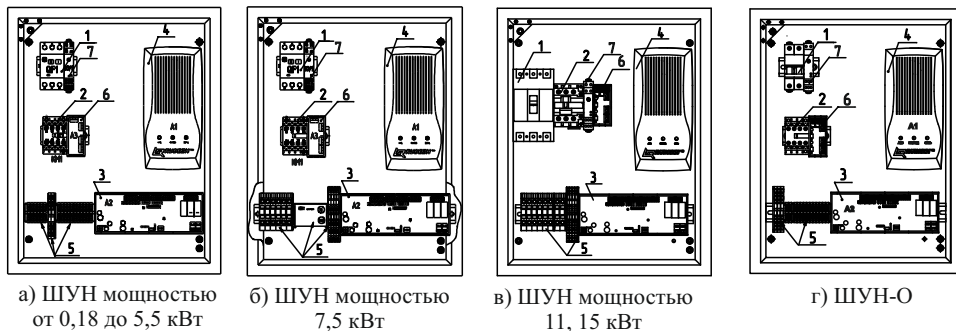

Рисунок 1
4.1 ШУ конструктивно выполнен в прямоугольном металлическом корпусе (см. рисунок 1), внутри которого размещены: